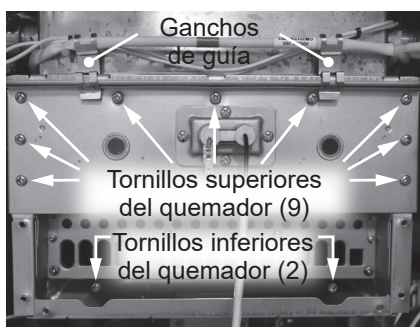

Figura 160 - Tornillos del quemador y ganchos de guía
54 Ubique el fusible de corte por sobrecalentamiento (OHCF) sobre el conjunto de quemador. Retire los dos ganchos de guía del conjunto de quemador que tienden el OHCF alrededor del intercambiador de calor principal. Deseche los ganchos de guía y el OHCF adecuadamente. Consulte la Figura 160.
55 Ubique los (2) tornillos inferiores y los (9) tornillos superiores que fijan el conjunto de quemador al antiguo intercambiador de calor principal, como se muestra en la Figura 160. Use un destornillador Phillips imantado de 12" para retirar los tornillos. Deje los tornillos a un lado en un lugar seguro para volver a instalarlos.